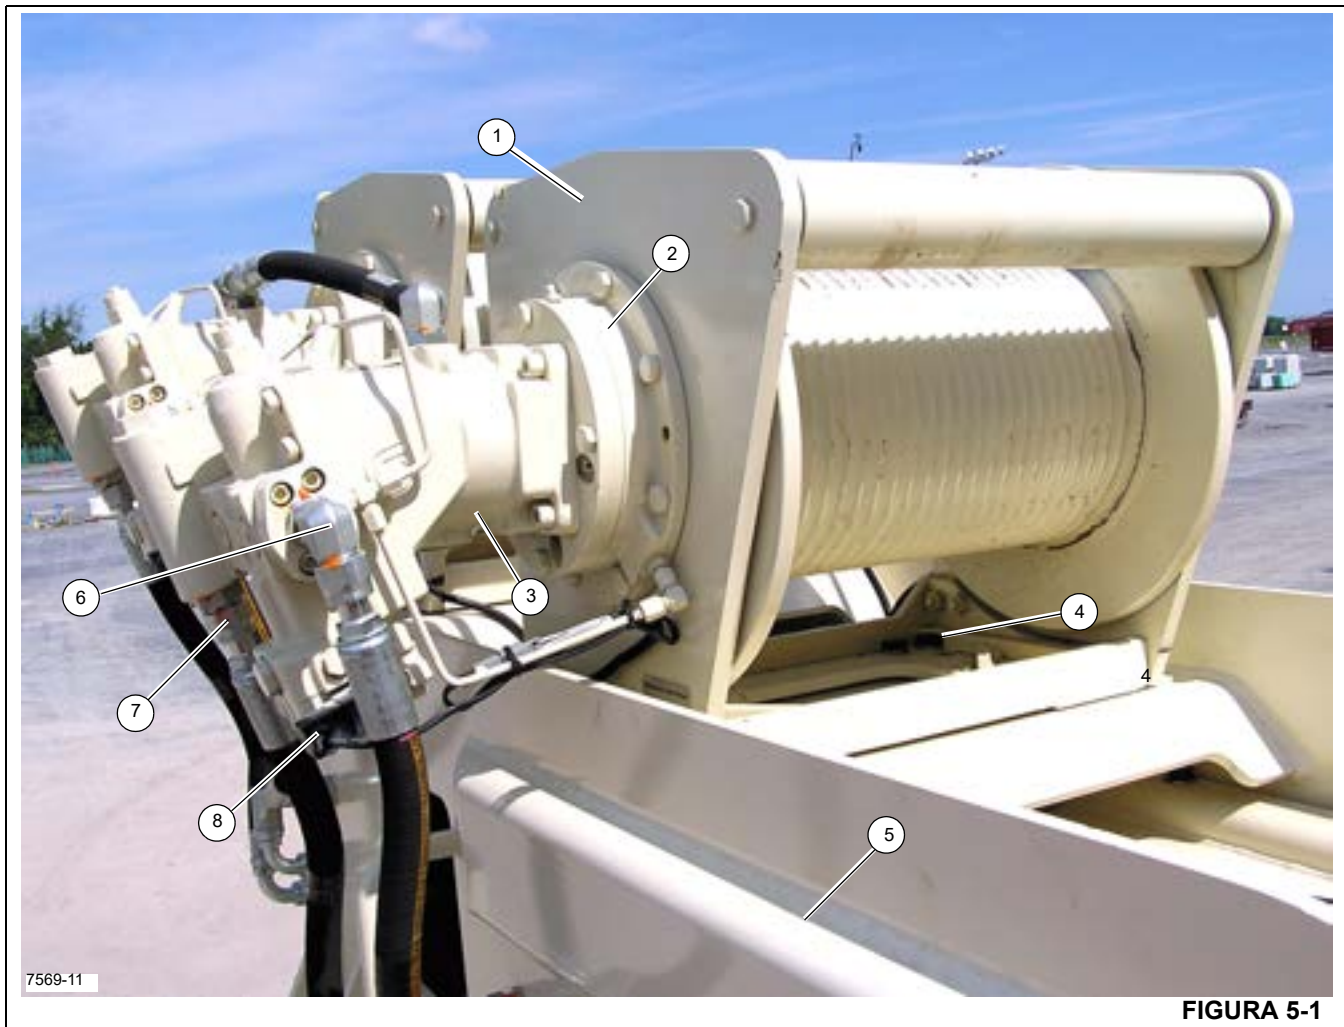

FIGURA 5-1
Números de itens da Figura 5-1
3. Etiquete e desconecte as linhas hidráulicas do guincho mostradas na Figura 5-1. Tampe e instale um bujão em todas as aberturas de mangueiras hidráulicas do guincho e do motor.
5. Remova os parafusos de montagem (4), Figura 5-1 do guincho.